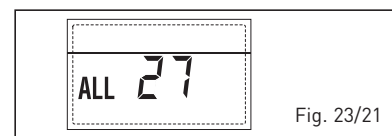

Fig. 23/21
– **ANOMALÍA DE COHERENCIA ENTRADA (S3) SOLO PARA INSTALACIÓN 7 “AL 28”** (fig. 23/22)